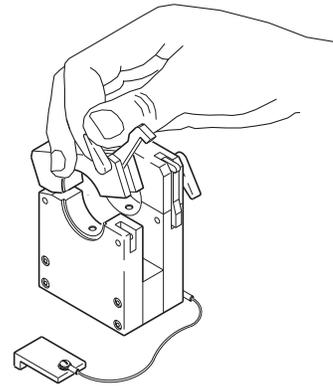

Abbildung 11 Öffnen des Vorrichtungsblocks
1. Heben Sie beide Arretierhebel an und öffnen Sie den Vorrichtungsblock. Siehe Abbildung 11.